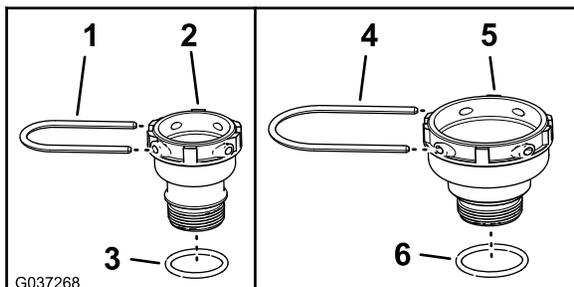

图4
- 如图4所示，将 11/2 x 1-13/16 英寸 (38 x 46mm) 0 形圈安装到 11/4 英寸 (31.8mm) 接头上。
- 如图4所示，将 13/4 x 2-3/32 英寸 (45 x 53mm) 0 形圈安装到 11/2 英寸 (38.1mm) 接头上。